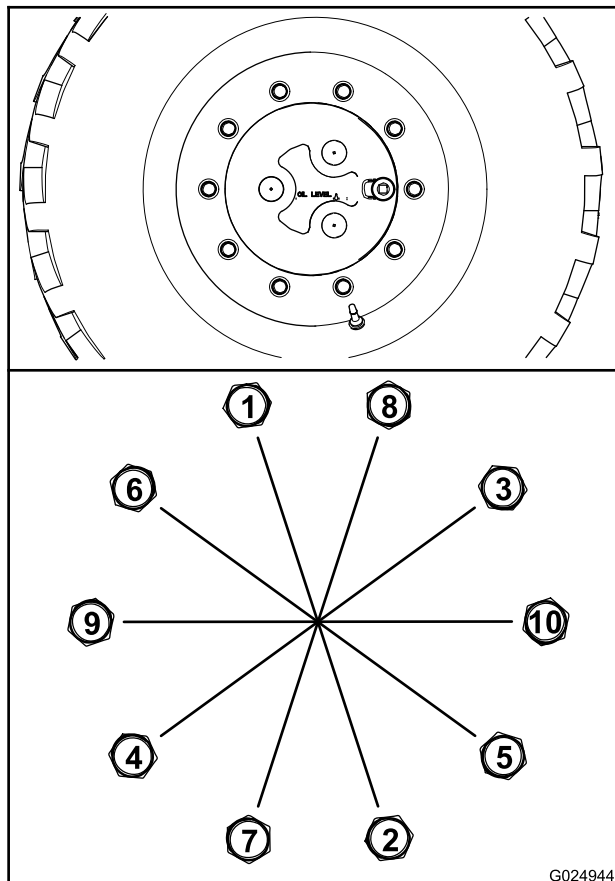

Figura 88
- A. Serrate tutti i dadi delle ruote a una coppia di 100 N m nella sequenza illustrata in Figura 88.
- B. Serrate tutti i dadi a una coppia di 200 N m nella sequenza illustrata in Figura 88.
- C. Serrate tutti i dadi a una coppia di 300 N m nella sequenza illustrata in Figura 88.